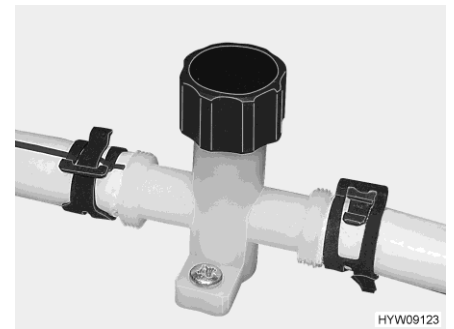

Bild 90 Avtappningskran (vattenledning)
- Stäng avtappningskranarna. Vrid avtappningskranens lock (Bild 90) medurs.